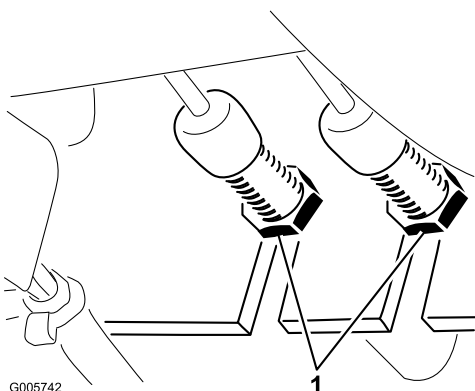

Figura 62
1. Para reduzir a folga dos pedais de rotação, aperte-os os travões, desapertando a porca dianteira na extremidade roscada do cabo do travão (Figura 62). Aperte a porca traseira para deslocar o cabo para trás até os pedais de rotação apresentarem uma folga de 13 a 25 mm. Aperte a porca dianteira depois de os travões estarem correctamente ajustados.